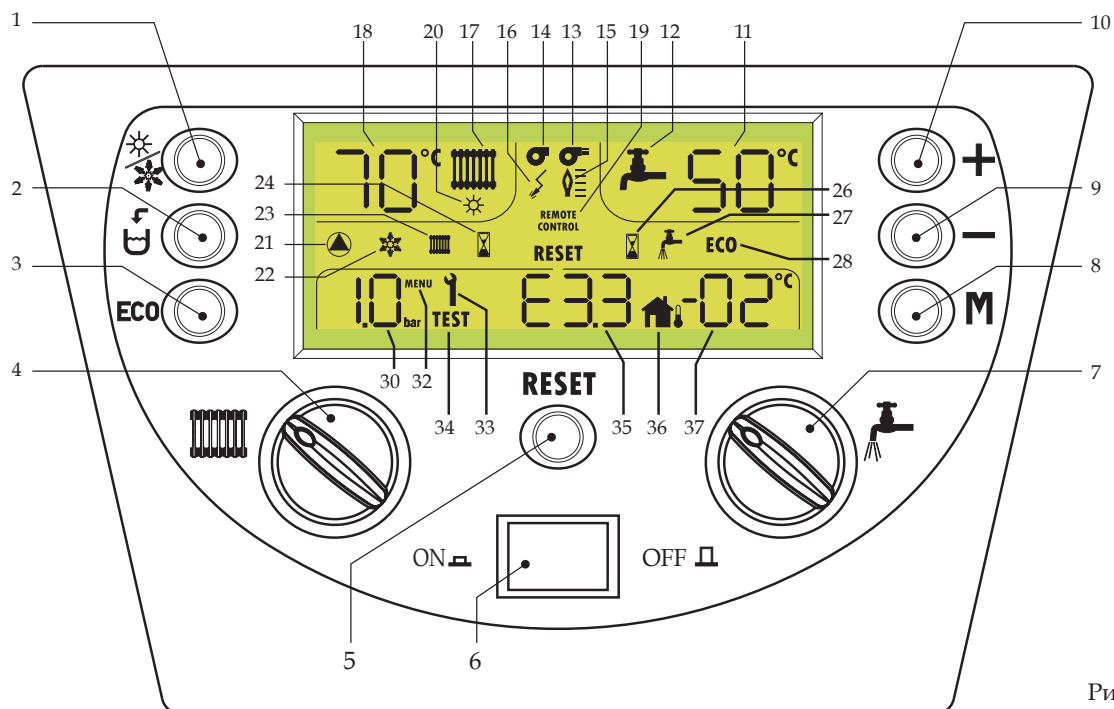

Рис. 1
Для включения/отключения режима Комфорт достаточно нажать клавишу 3 (ECO - 3 рис. 1). Когда включен режим Комфорт, надпись ECO исчезает с дисплея.
Для восстановления рабочего режима - нажать клавишу 5 (Сброс (Reset) - рис. 1).
- Нажать клавишу ВКЛ/ВЫКЛ (ON/OFF) (см. рис. 1)
Нажать клавишу ВКЛ/ВЫКЛ (ON/OFF) (см. рис. 1)
Для выбора одного из двух режимов достаточно нажать клавишу 1  (рис. 1).